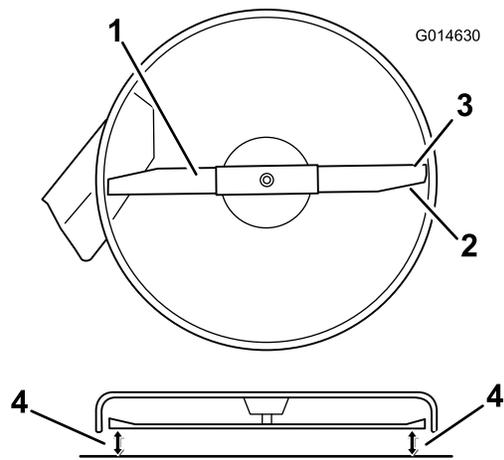
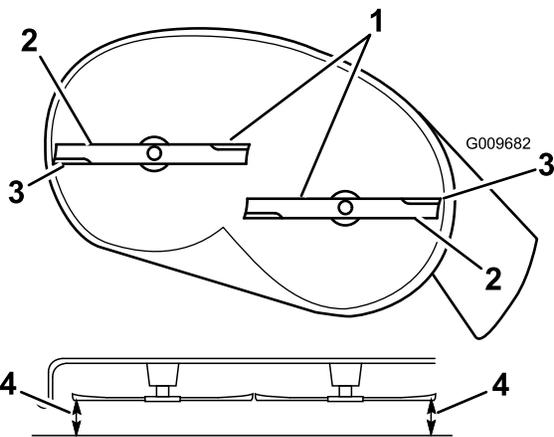

Figura 49
Figura 50
- Carefully rotate the blade(s) so that they are all side to side (Figura 49 or Figura 50).
- Mida entre los bordes de corte exteriores y la superficie plana (Figura 50). Si hay una diferencia de más de 5 mm (3/16 pulg.) entre ambas dimensiones, se requiere un ajuste; siga con este procedimiento.